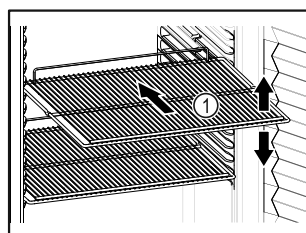

Fig. 65 Simbolična slika
- Če je odlagalna rešetka Fig. 65 (1) premična, jo prilagodite po višini.